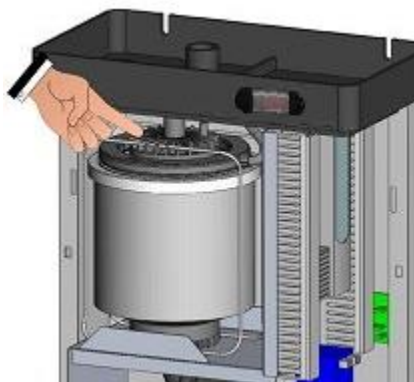

Fig 1
2. Sostituire la flangia di uscita vapore dell'umidificatore con diametro 25 con la flangia diametro 40 in dotazione (**Fig. 1**) (non necessario per umidificatori ES24, ES48 e ES100).